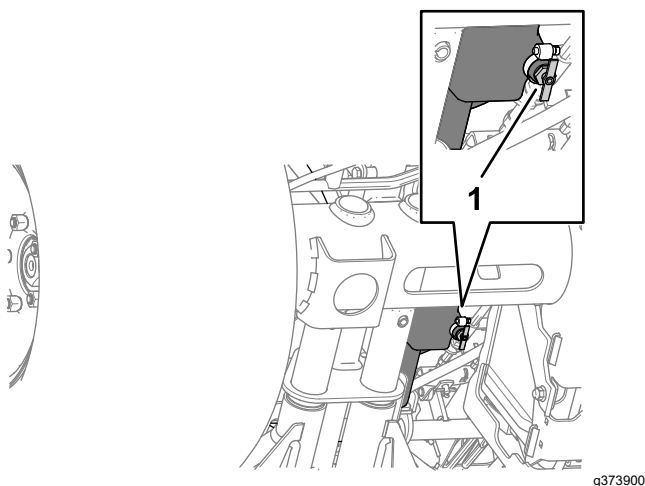

Рисунок 84
2. Поместите сливной поддон под сливной клапан топливного бака (Рисунок 84).